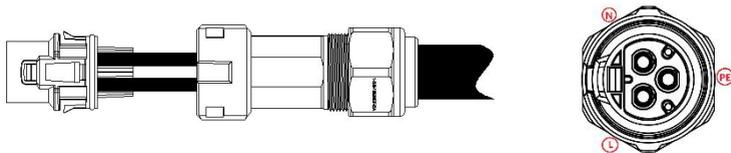

Рис. 5.8 Клемма обжимного кабеля
(1) Согласно таблице 5-1, три проводника однофазной электросети общего назначения L, N и PE правильно подключаются к соответствующим отверстиям согласно идентификации. Убедитесь, что проводники не оголены и крепко обжимаются, и, наконец, затяните водонепроницаемый колпачок, как показано на рис. 5.8;